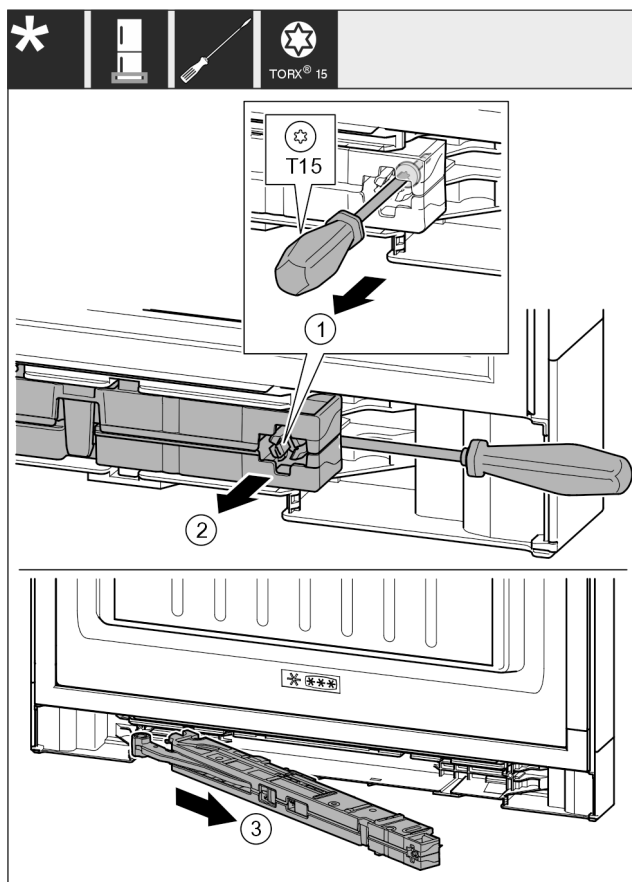

Fig. 17
- ▶ Šroub na jednotce tlumiče zavírání povolte šroubovákem T15 o cca 14 mm. Fig. 17 (1)
- ▶ Šroubovákem na straně madla zajedřte za jednotku tlumiče zavírání. Otočte jednotku dopředu. Fig. 17 (2)
- ▶ Vytáhněte jednotku. Fig. 17 (3)